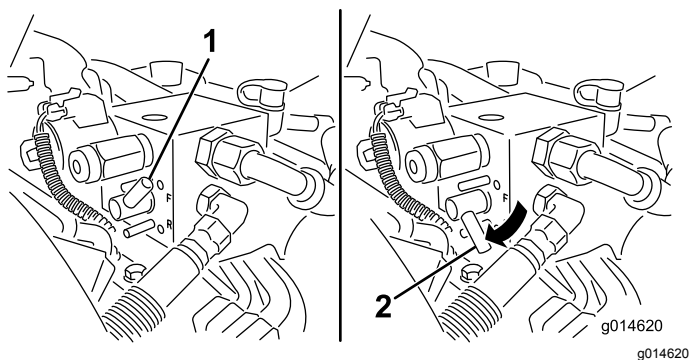

Figura 55
5. Gire la palanca de autoafilado a la posición de Marcha atrás (R) (Figura 55).